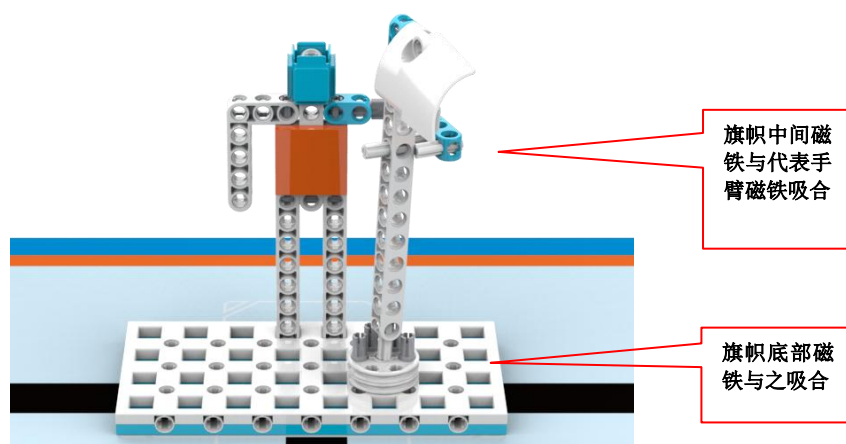

图 11 完成状态
3.5.2 得分标准：会旗底部和中部磁铁分别与举办地代表下方和手臂磁铁吸合，得 60 分，如图 11。